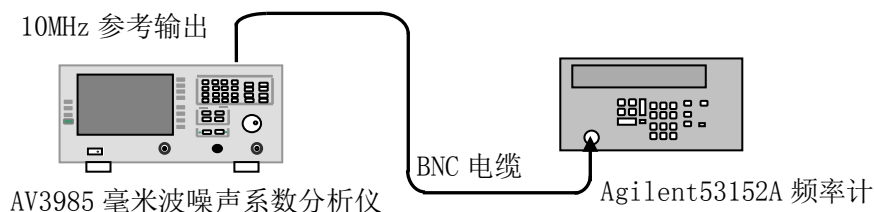

图 10-1 参考频率精度和稳定度测试框图
- 1) 如图 10-1 所示连接测试仪器, 开机预热 30min。